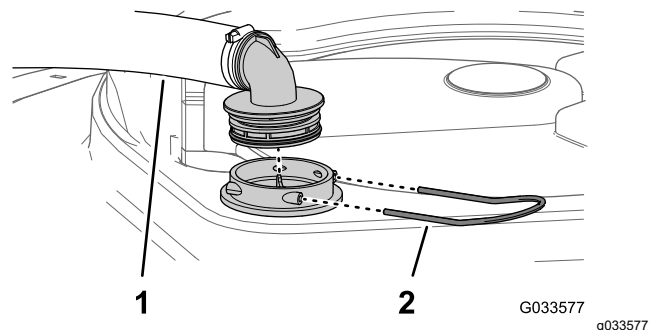

Figure 29
2. Sur le sommet de la cuve du pulvérisateur, retirez l'étrier qui fixe le raccord du grand flexible sur le logement du filtre (Figure 29).
3. Retirez le flexible et le raccord du logement du filtre (Figure 29).